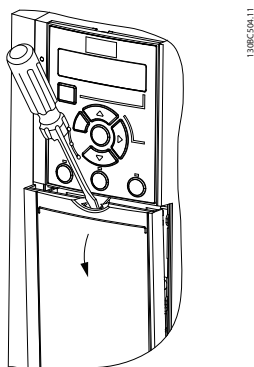

Рисунок 4.4 Доступ к подключению элементов управления
- Снимите крышку с помощью отвертки. См. Рисунок 4.4.